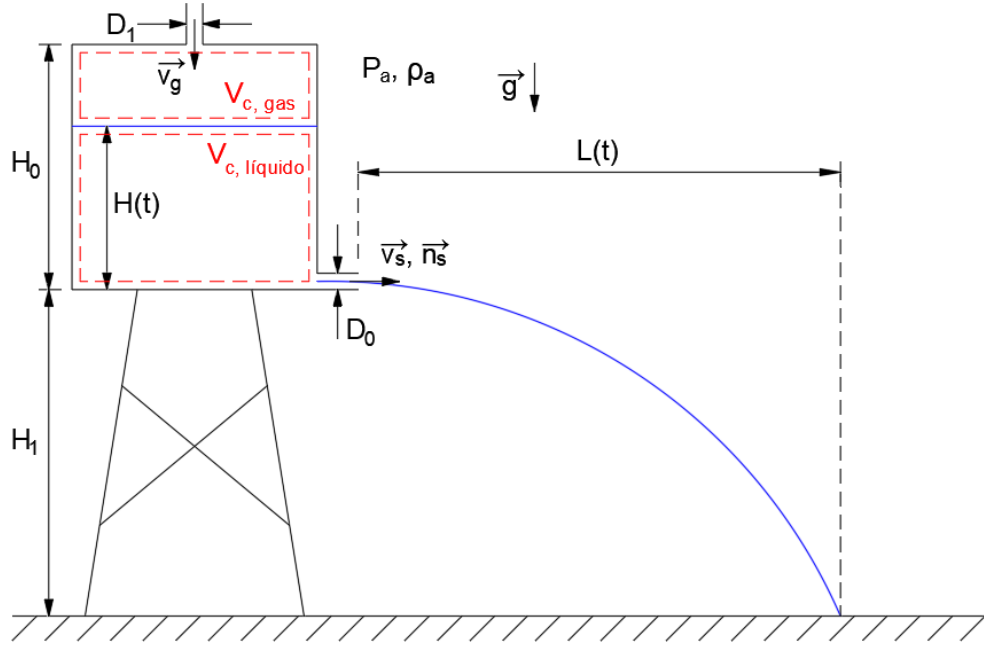

Figura 5.12: Esquema del depósito en altura.
5. Dado el depósito de la Figura 5.12, determinar la expresión de la longitud que recorre el chorro que sale del depósito, en función del tiempo.